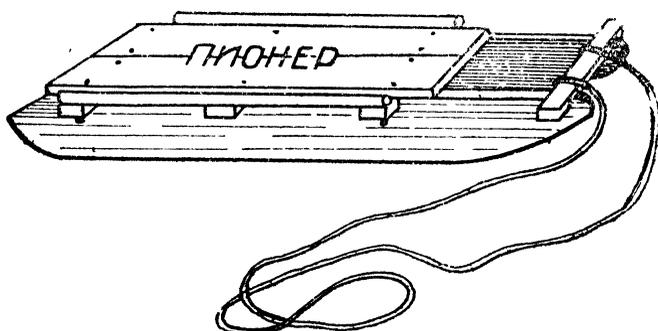
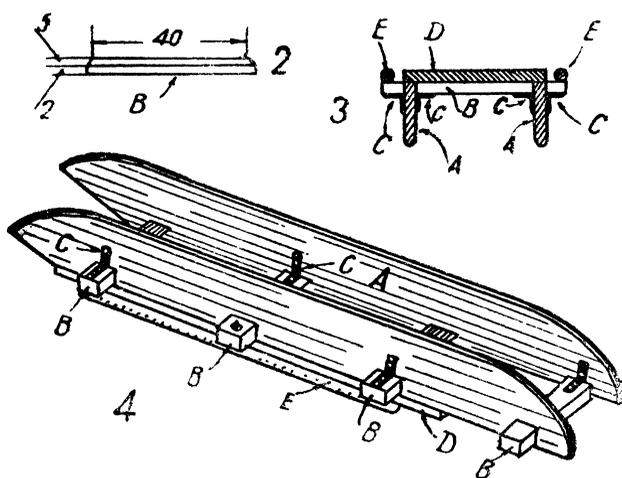

Рис. 116.
Рис. 117.
Сани „Пионер“ изображены на (рис. 116). Они очень удобны и прочны. Полозья А (рис. 117) делаются из двух досок длиной 120 см и шириною 18 см.
толщина 2 см. Перекладины прибиваются к полозьям гвоздями и скрепляются железными угольниками С (рис. 117 (3,4). К концам перекладин привинчиваются болтами или винтами круглые палки-поручни Е.
На рис. 117 изображены: поперечный разрез саней (3) и сани в перевернутом виде (4).